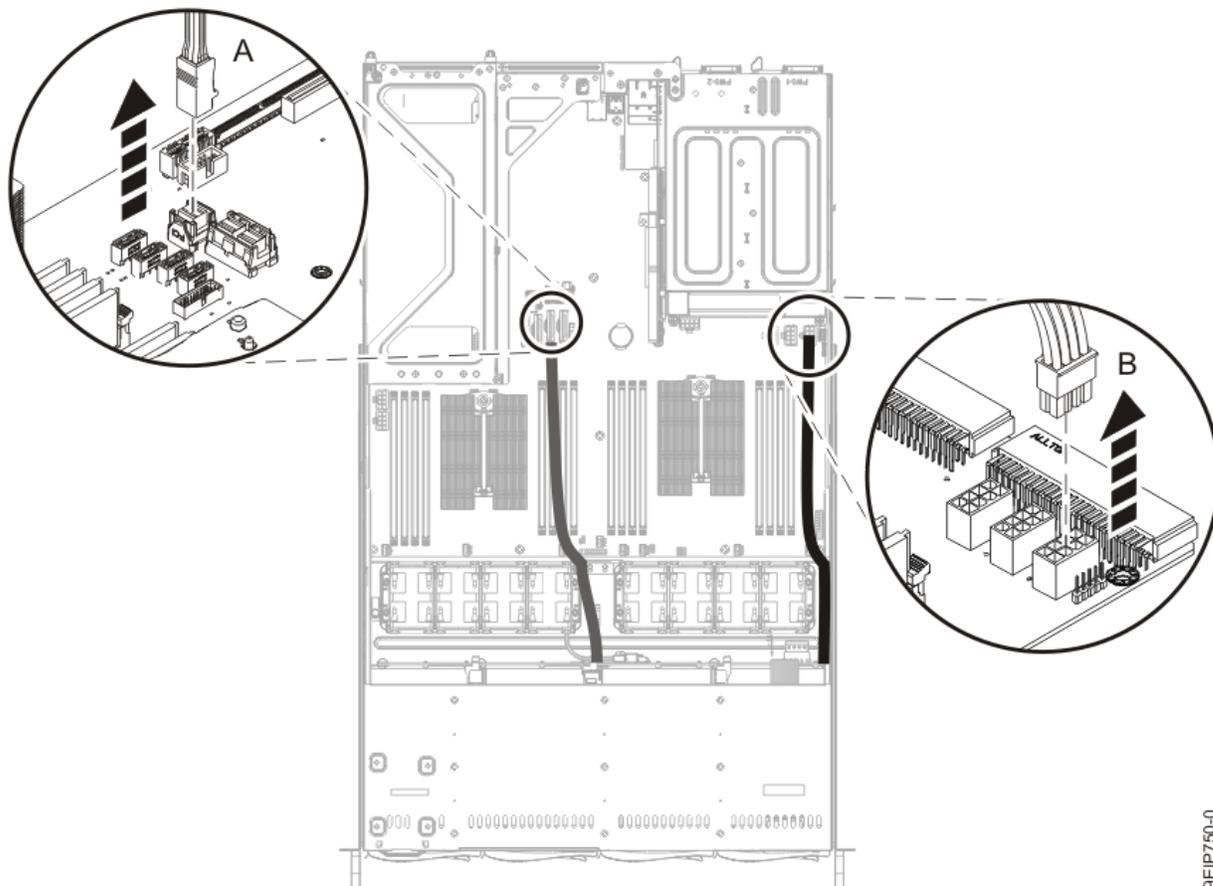

図 5: ドライブの信号ケーブルと電源ケーブルの切り離し
2. ドライブ信号ケーブル (A)、オペレーター・コンソール・ケーブル (B)、およびドライブ電源ケーブル (C) にラベルを付けて、システム・バックプレーンから切り離します (9 ページの図 5 を参照)。親指でコネクタのリリース・ラッチを押して、ケーブルを取り外します。